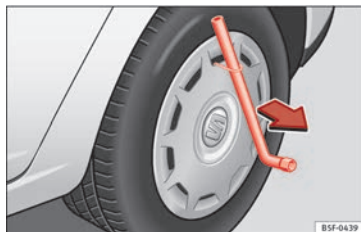

Abb. 156 Radwechsel: Radzierkappe abziehen.
- Nehmen Sie die Radvollblende mit dem Drahhaken ab » **Abb. 156**.